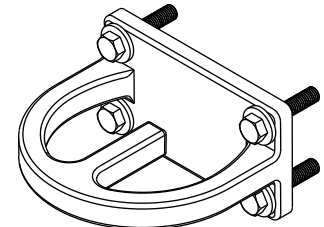

Figure 2 : Assemblage de crochet de remorquage
2. Soulever l'attelage en position et insérer les fixations dans les crochets de remorquage, comme illustré à la figure 2.